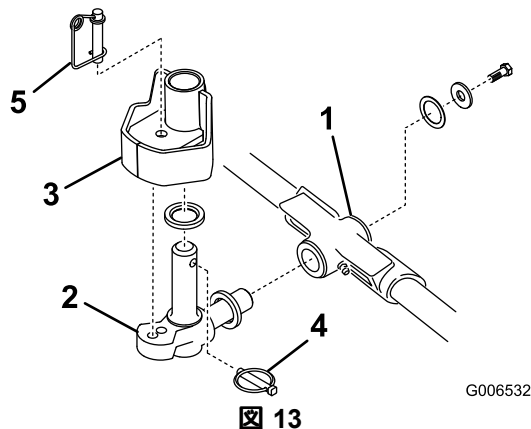

図 13
1. スラストワッシャをピボットナックルの水平シャフトに差し込む図 13。
2. ピボットナックルの水平シャフトをキャリアフレームの取り付け穴に差し込む(図 13)。
3. スラストワッシャ、平ワッシャ、フランジヘッドネジを使って、ピボットナックルをキャリアフレームに固定する(図 13)。
4. ピボットナックルの垂直シャフトにスラストワッシャを差し込む図 13。
5. ピボットナックルの垂直シャフトを外している場合にはここで昇降アームのピボットハブに差し込む(図 13)。
7. ピボットナックルのシャフトに付いている穴にリンチピンを差し込む(図 13)。
**注** カッティングユニットを固定モードで使用する場合にはステアリングロックピンをピボットナックルの取り付け穴に差し込んでください(図 13)。
13. ステアリングロック・ピンの下にスプリングを掛ける(図 13)。